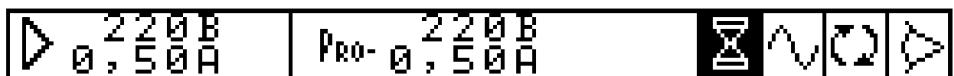

Рисунок 4.4 Страна состояния Генератора при незавершенном процессе модификации/перерасчета параметров
- инверсные пиктограммы «песочные часы» (рис. 4.4) сигнализируют о незавершенном процессе модификации/перерасчета параметров, при отсутствии данной пиктограммы генератор готов осуществить модификацию нового параметра или воспринять другие действия пользователя.